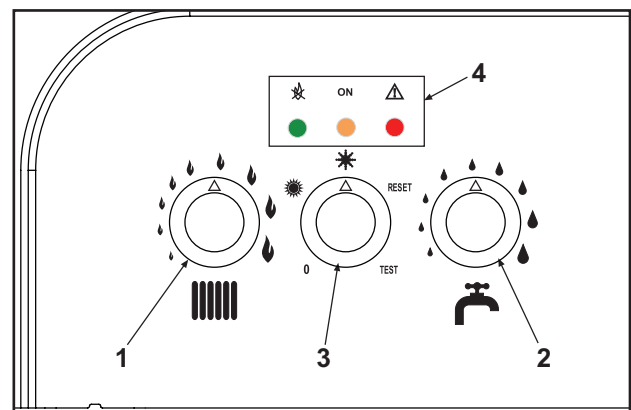

Fig. 1
Durante el funcionamiento normal, el control de diagnóstico informa sobre el estado de la caldera mediante los testigos (4 - fig.1):
- girar el mando del agua caliente sanitaria (ref. 2 - fig. 1) hasta el mínimo (para funcionamiento con gas Metano) o hasta el máximo (para funcionamiento con GLP);
- girar el mando de la calefacción (ref. 1 - fig. 1) hasta el mínimo y, luego, hasta el máximo;
- modalidad TEST activada: girar el mando de la calefacción (ref. 1 - fig. 1) hasta el máximo.